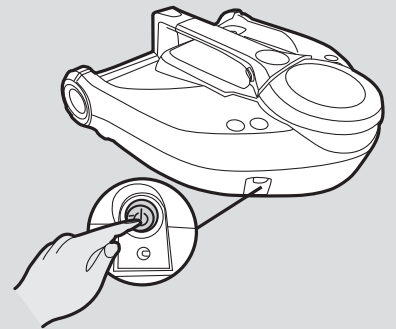

Рис. 8
1. Нажмите кнопку включения/выключения питания на боковой панели робота-пылесоса. **[Рис. 8]**
6. Нажмите кнопку включения/выключения питания на боковой панели робота-пылесоса. **[Рис. 8]**